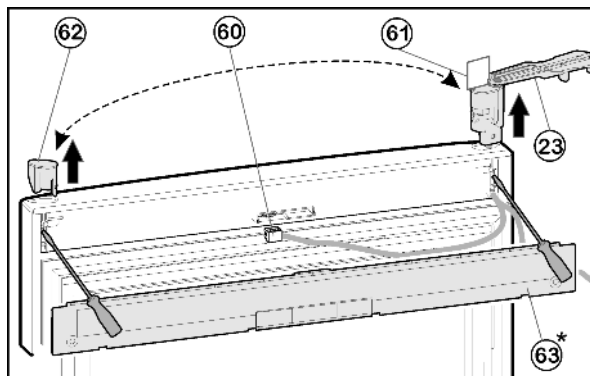

Fig. 11
- ▶ Décliquer le cache *Fig. 11 (63)* sur la porte à l'aide du tournevis.
- ▶ Débrancher la fiche *Fig. 11 (60)*.
- ▶ A la porte supérieure, tourner le support d'appui *Fig. 11 (23)* vers l'extérieur parallèlement à l'arête de la porte.
- ▶ Pousser le support d'appui *Fig. 11 (23)* à partir du bas à l'aide d'un tournevis et l'enlever de la porte complètement avec le câble.
- ▶ Pousser les bouchons *Fig. 11 (62)* à partir du bas à l'aide d'un tournevis et les enfoncer sur le côté opposé.
- ▶ Enfiler le câble du support d'appui *Fig. 11 (23)* sur le côté opposé et placer le support d'appui.
- ▶ Enlever le gabarit *Fig. 11 (61)* et le fixer dans le support d'appui.
- ▶ Enfiler la fiche *Fig. 11 (60)*.
- ▶ Encliqueter le cache *Fig. 11 (63)* sur la porte.